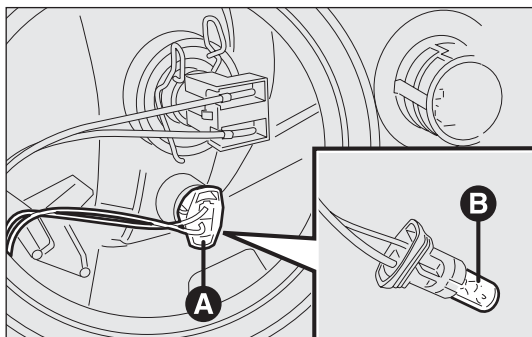

fig. 187
- extraire le groupe de douille A-fig. 187 monté par pression; enlever l'ampoule B et la remplacer;
- remonter le groupe de douille A-fig. 187 par pression;